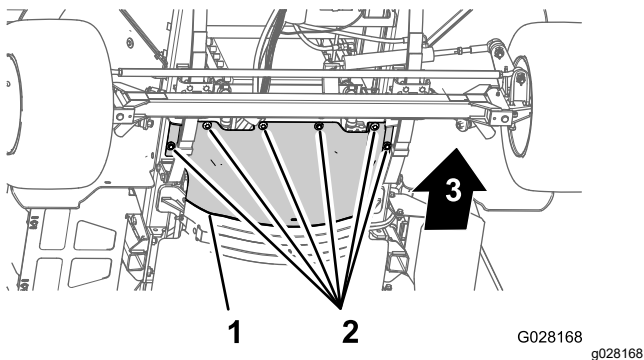

Bild 65
3. Entfernen Sie die sechs Sechskantschrauben und sechs Scheiben, mit denen das vordere Wärmeschutzblech am Chassis befestigt ist, und nehmen Sie das Schutzblech ab (Bild 65).